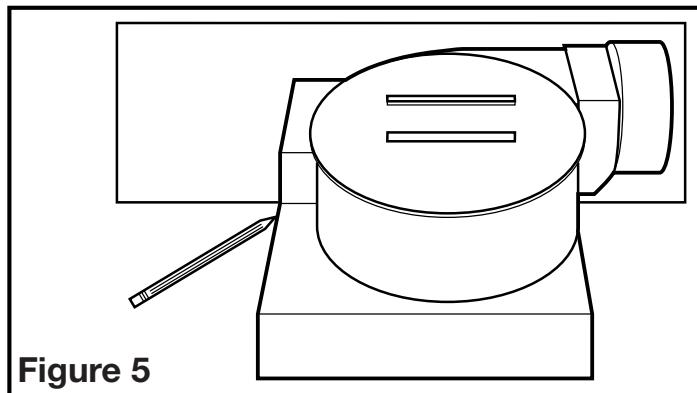

Figure 5
- Positionner le cabinet contre la solive ou le montant et tracer le contour du cabinet sur le matériau du mur / plafond. Mettre le cabinet de côté et découper l'ouverture, en prenant bien soin de ne pas couper ou endommager d'utilité électrique ou dissimulée (**Figure 5**).